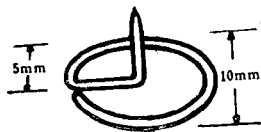

图5 顶针
3. 顶针用一端磨尖的细铁丝制成,大小、形状如图5所示。顶针针尖从表面中心位置穿出。